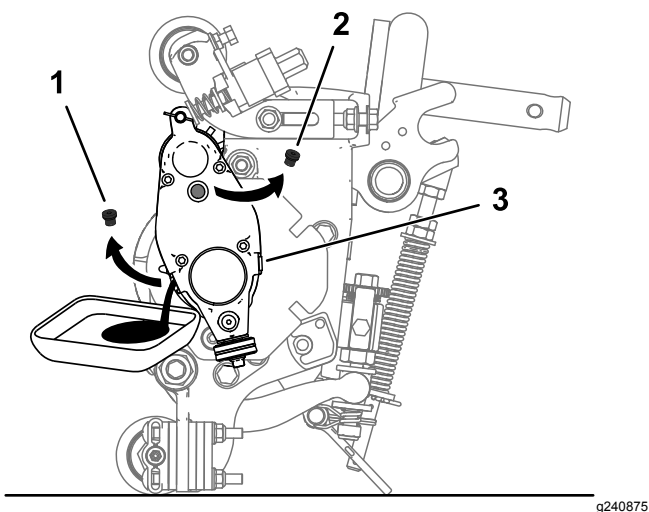

Figura 24
5. Incline a unidade de corte para trás para o apoio até a porta de drenagem estar no fundo para assegurar uma drenagem completa (Figura 24).